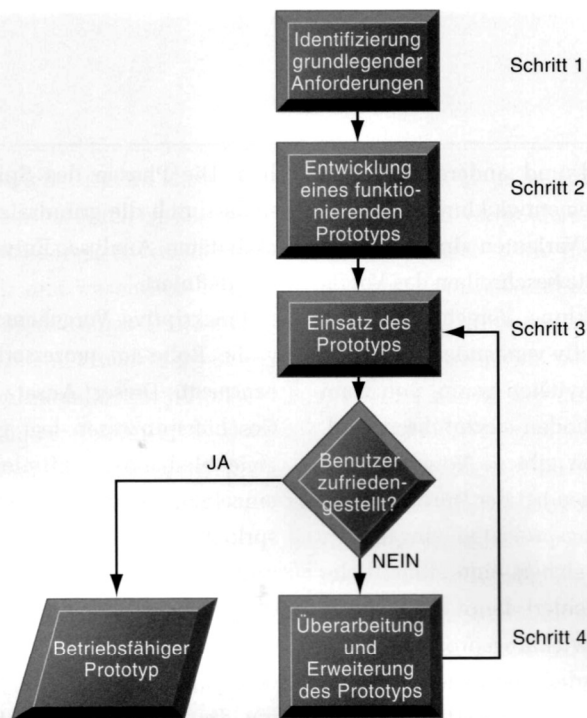

Abbildung 14.8: Der Prototyping-Prozess
► Abbildung 14.8 zeigt ein Modell des Prototyping-Prozesses mit vier Schritten: